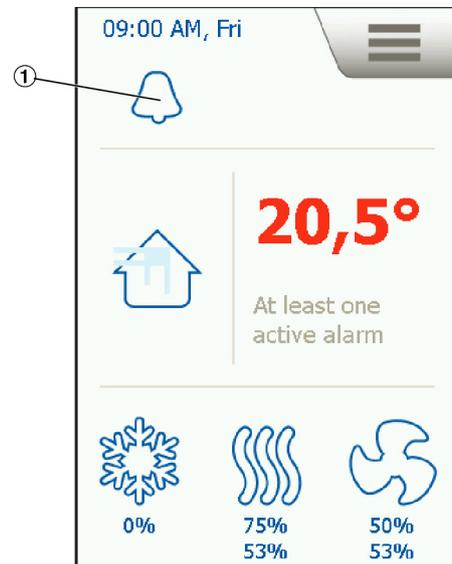

Рис. 63: Отображение аварий
1. ▶ Выберите «Меню → Аварии» или значок будильника (Рис. 63/1, отображается только для текущих аварийных сигналов).